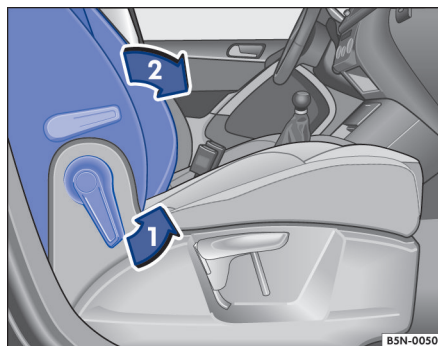

Fig. 91 Banco do passageiro dianteiro: dobrar encosto para frente.
- Destruvar o encosto do banco do passageiro dianteiro no sentido da seta → Fig. 91 ①.
- Rebatido o encosto do banco do passageiro dianteiro para frente, no sentido da seta, → Fig. 91 ② para a posição horizontal.
- Para rebater de volta, destravar novamente o encosto do banco do passageiro dianteiro → Fig. 91 ①.